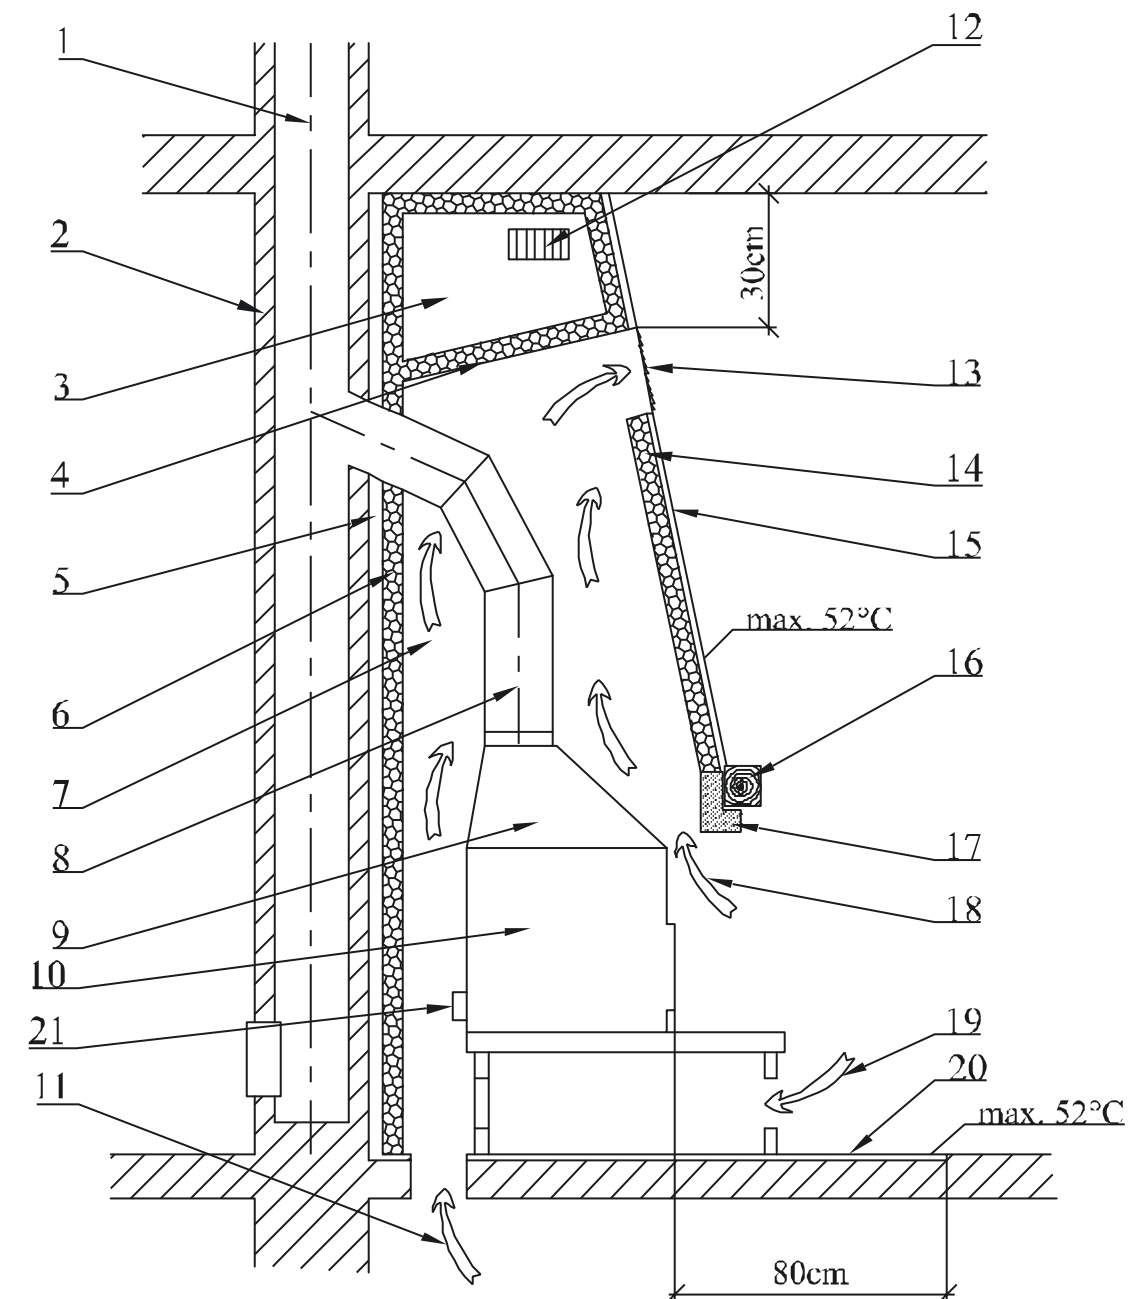

Fig. 2
La distanza di sicurezza minima tra il rivestimento degli stipiti delle porte o altre strutture architettoniche con simili funzioni in materiale infiammabile e l'installazione del condotto (compreso isolamento) è pari a **20cm**. La distanza minima dagli altri componenti strutturali in materiale infiammabile è pari a **40cm** (vedi fig. 2) ai sensi della norma ČSN 06 1008/1997. Trattasi di materiale edile di classe **B, C e D** ai sensi della norma ČSN EN 13501-1+A1/2010 (vedi tabella n.1). Questa regola vale anche per le pareti e soprattutto per i soffitti con intonaco con base infiammabile - per esempio assi, pannelli ecc.! Qualora non fosse possibile rispettare le suddette distanze, è necessario comunque prevenire il pericolo d'incendio ricorrendo ad apposite misure tecnico-strutturali, rivestimenti non infiammabili, isolamenti e barriere resistenti al calore.
5. L'uscita dell'aria di convezione riscaldata deve essere ad almeno **30cm** al di sotto del soffitto (fig. 2).
6. Al di sopra dell'uscita dell'aria di convezione riscaldata è necessario che vi sia un soffitto in materiale non infiammabile. La sua temperatura non può superare i **50°C**. Pertanto il soffitto o controsoffitto deve essere isolato contro gli effetti dell'azione del calore proveniente dal caminetto attraverso uno schermo dotato di almeno un'apertura non completamente chiudibile con griglia (fig. 2) oppure mediante uno strato sufficiente di isolamento termico.